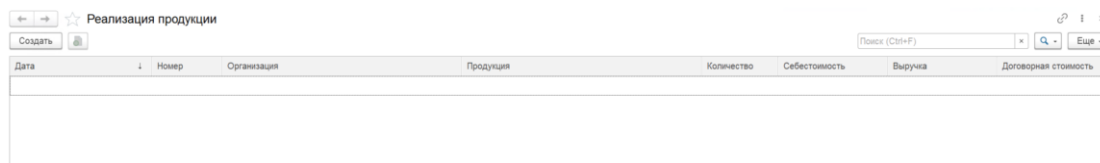

Рисунок 26 – Справочник «Реализация продукции»
2) в рабочей области выбрать справочник «Реализация продукции». В рабочей области будет отображен список из ранее сохраненных справочников «Реализация продукции». Справочники доступны для редактирования (см. Рисунок 26);
Сохраненный справочник будет отображен в справочнике «Реализация продукции» (см. Рисунок 26).